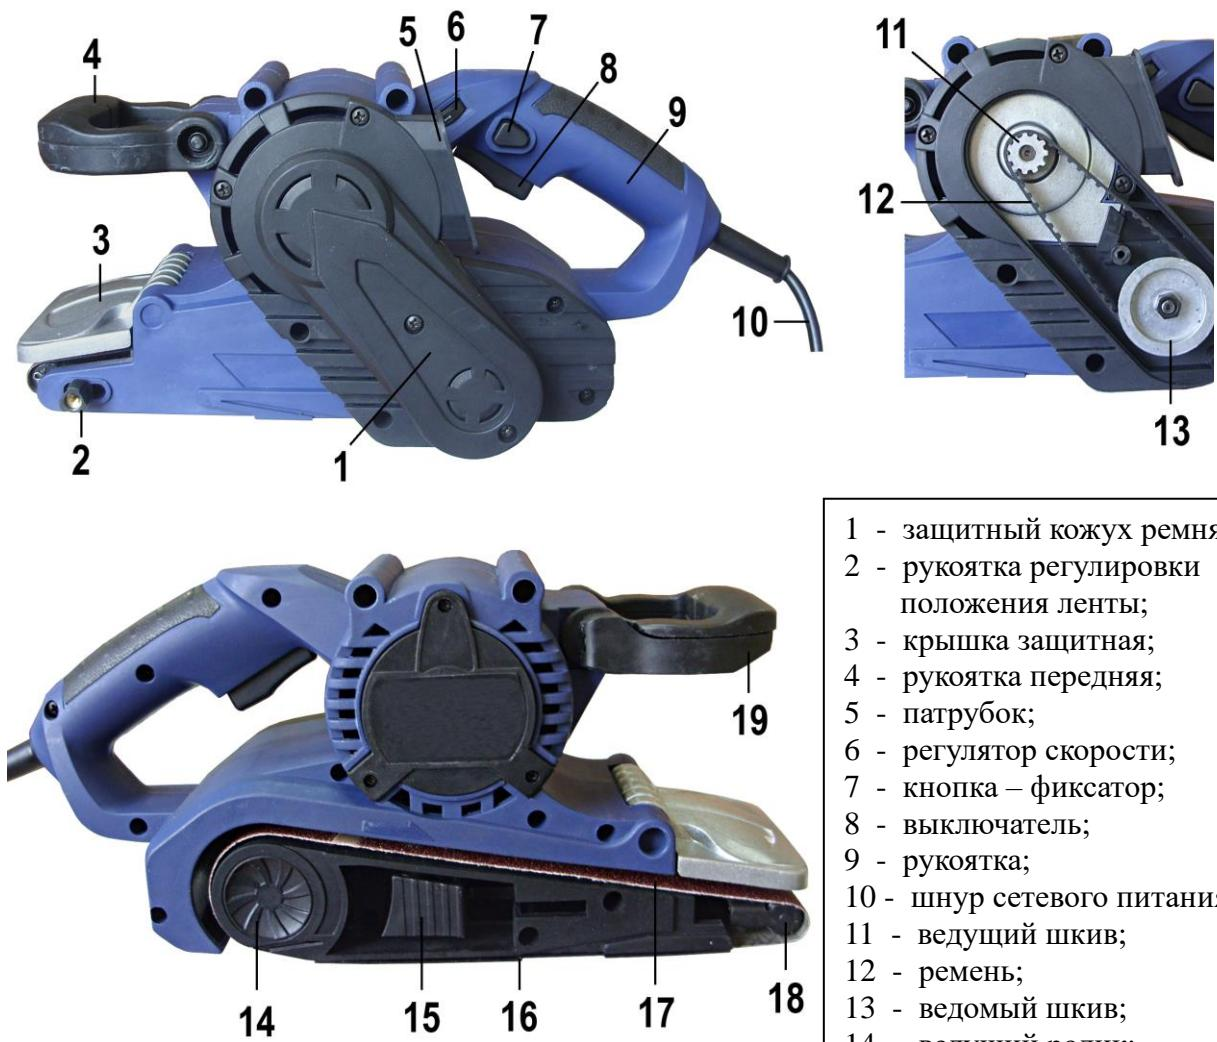

Рис. 1 Внешний вид МШЛ-1 У
4.1. Машина (Рис. 1) состоит из следующих основных частей: электродвигателя, узла перемещения шлифовальной ленты и рукоятки.